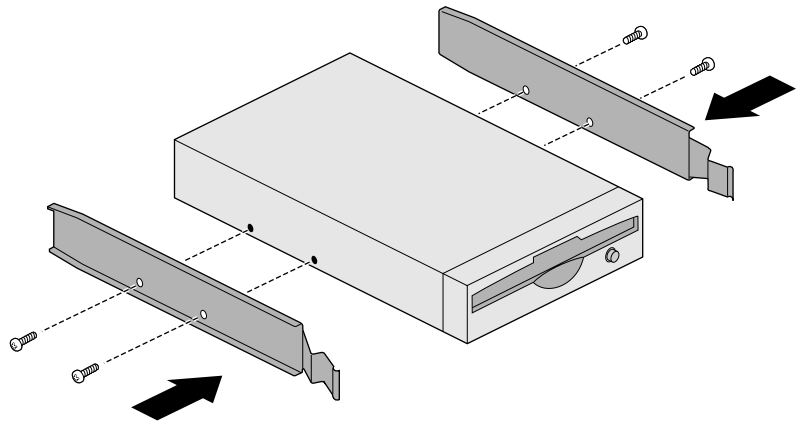

Abbildung 4-3 Anbringen der Laufwerksschienen
7. Befestigen Sie die Laufwerksschienen mit den passenden Schrauben an den Seiten des Laufwerks, wie in Abbildung 4-3 dargestellt. Durch die Schienen wird das Laufwerk fest im Laufwerkseinschub fixiert. Durch die verschiedenen Bohrungen in der Laufwerksschiene kann sie an unterschiedliche Laufwerke montiert werden.